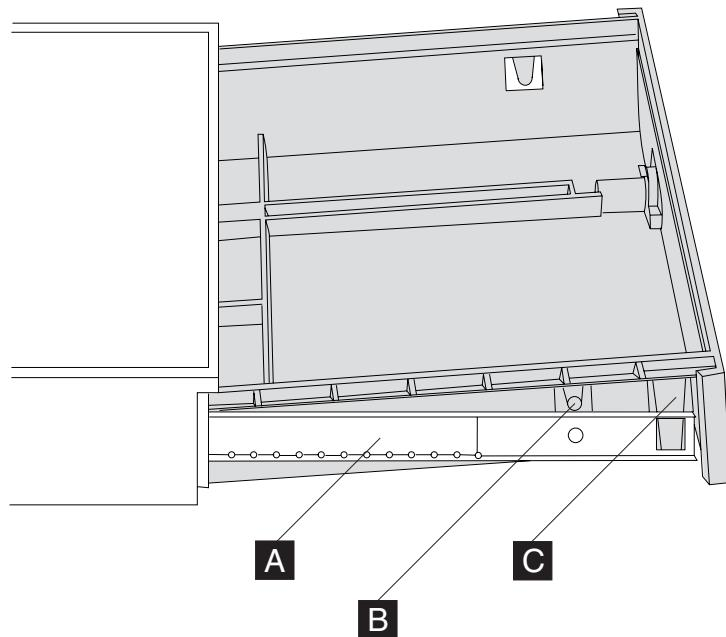

图 47. 卸下并更换大型现金抽屉
7. 将抽屉与对应的抽屉导轨 **C** 滑板对齐。请参阅图 47。